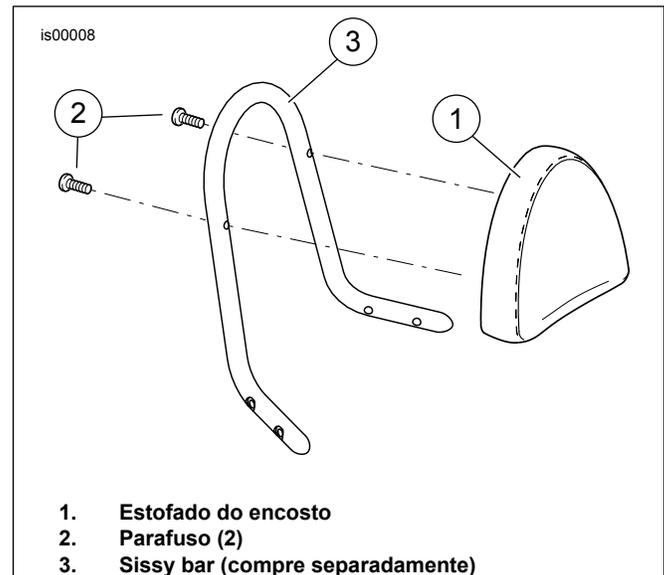

Figura 2. Montagem genérica do estofado do encosto
4. Veja a Figura 2. Comece passando cada um dos dois parafusos de cabeça redonda. A passagem desses parafusos pode ser um pouco difícil à primeira vista porque o parafuso deve atravessar o revestimento plástico dentro do estofado para chegar à inserção rosqueada. Poderá ser necessário usar uma chave sextavada de 4 mm enquanto se mantém o estofado do encosto firme contra o encosto vertical para que os parafusos passem.